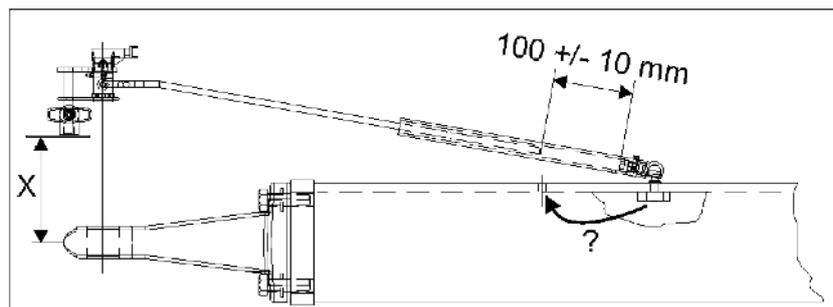

Fig. 135
- Den Abstand zwischen Kuppelpunkt und Drehwinkelgeber (Fig. 135/ X) möglichst gering halten (besonders bei Hitch-Deichsel).